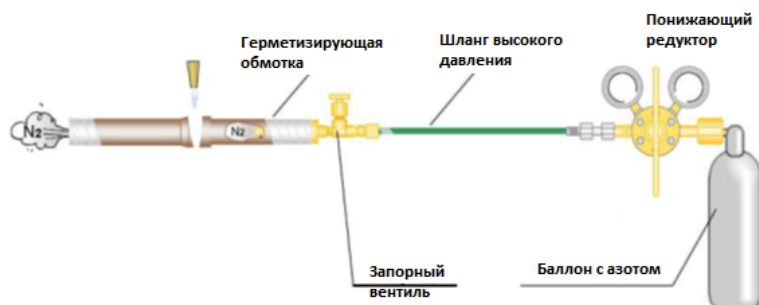

Рис.2.4
- Баллон с сухим азотом подключается к фреоной магистрали через понижающий газовый редуктор (рис.2.4).